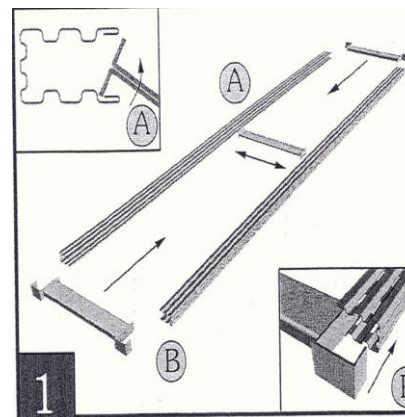

Рис.1 Сборка стоек (рамок)
1. Взять стойку и металлические стяжки, вставьте поперечину, стяжки опоры в первый паз от загнутого края стойки (А) аналогичным образом вставьте во вторую стойку параллельно первой. Вставьте с торцов стоек стяжки опоры, и вы получите спаренную стойку (В)(рама) **(рис.1)**.